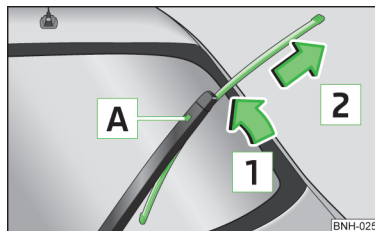

Abb. 164
- › Den Scheibenwischerarm von der Heckscheibe anheben und das Scheibenwischerblatt geringfügig in Richtung Scheibenwischerarm, Pfeil **1** » Abb. 164 kippen.